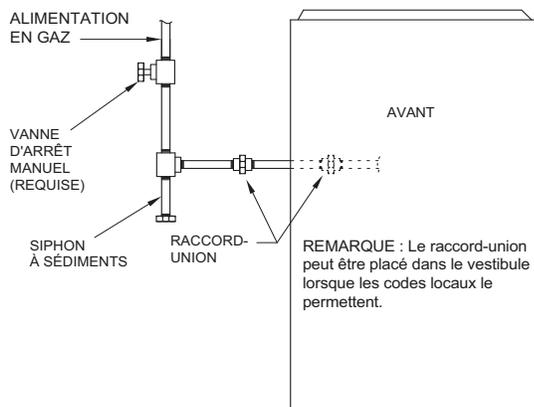

Fig. 32 – Disposition type de la tuyauterie de gaz
Posez un siphon à sédiments externe sur la colonne montante qui mène à la chaudière, tel qu'illustré à la Fig. 32. Raccordez un mamelon de raccord à l'extrémité inférieure du raccord en T. Le mamelon à capuchon devrait s'étendre sous le niveau des commandes de gaz de la chaudière. Posez un raccord à rodage conique entre la soupape de commande de gaz et la vanne d
5. Fixez le coffret électrique externe au caisson de la chaudière à l'aide de deux (2) vis à tôle.
**REMARQUE:** Raccordez les fils d'alimentation et neutres sur place aux fils d'alimentation électrique de la chaudière à l'intérieur du coffret électrique externe, comme illustré à la Fig. 32.